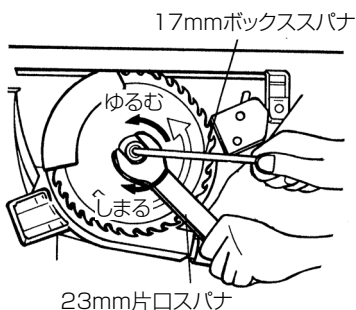

図 26
- (1) 昇降ハンドルを左にまわしてゆるめ、下にいっぱい下げてから、右にまわして固定します。次に、5 mm チョウボルト (3 個) をゆるめ、ソーカバーをはずします。
- (2) 付属 (図 4 参照) の 23 mm 片口スパナでワッシャ (B) のまわり止め (図 26 参照) をして、付属 (図 4 参照) の 17 mm ボックススパナでボルトをゆるめ、ワッシャ (B) をはずします。